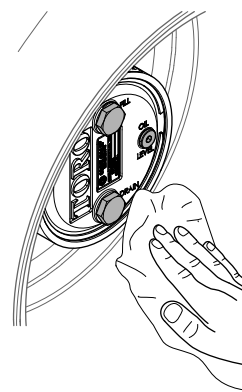

Figura 109
3. tergeți carcasa mecanismului planetar i frânei (Figura 109).